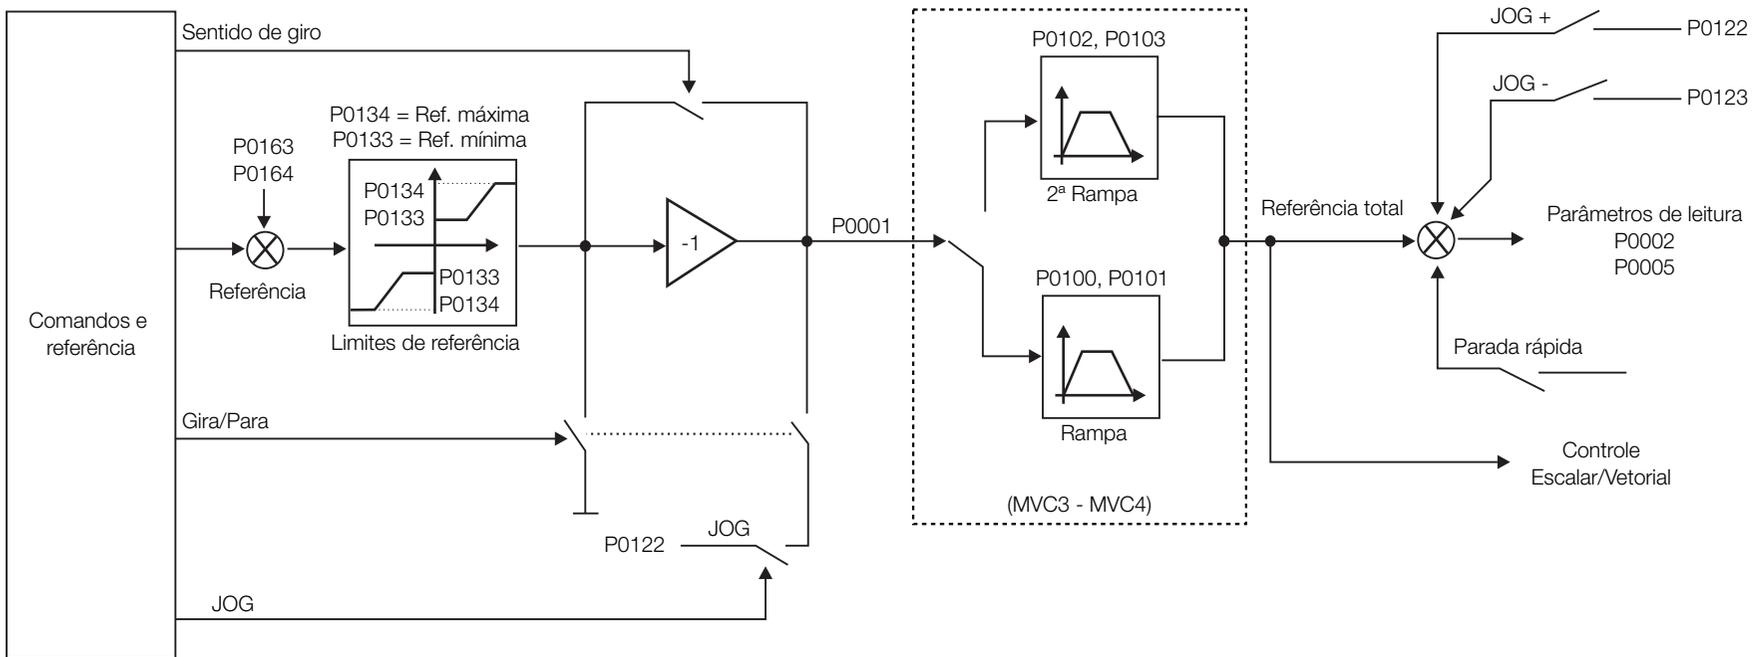

Figura 5.24 – Diagrama de blocos da referência de velocidade
- Consulte a Figura 5.24 na página 5-40.